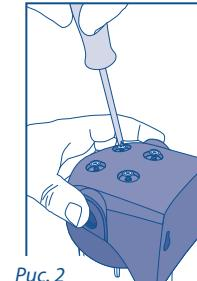

Рис. 2
4. Заверните 4 самореза на кронштейне водоочистителя крестовой отверткой (рис. 2).